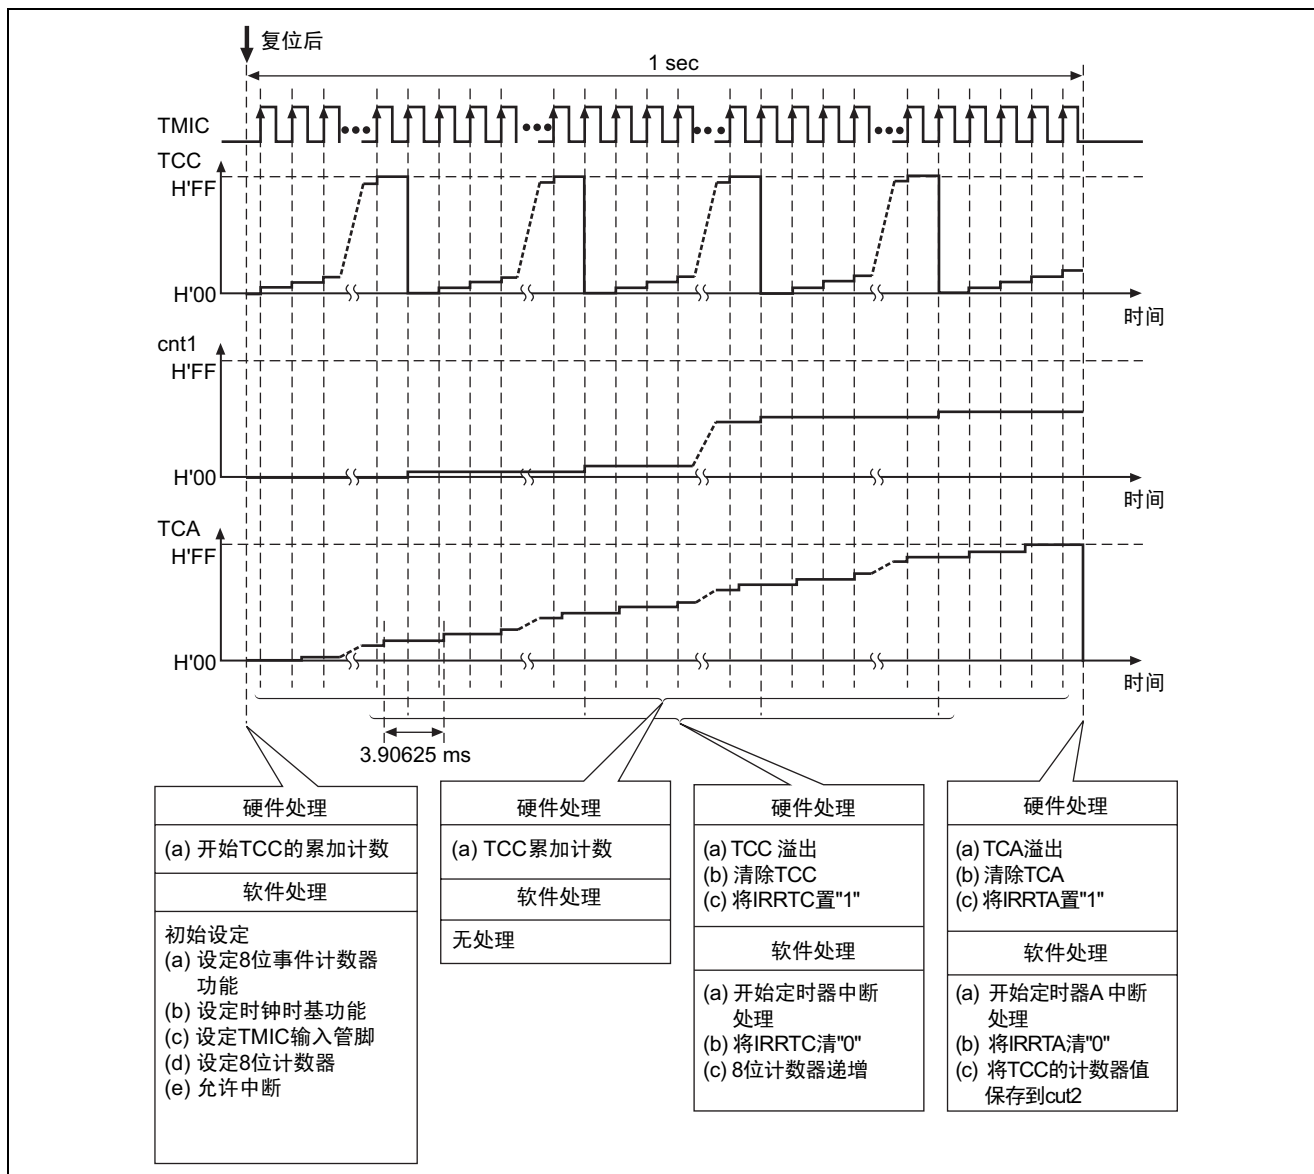

图 2 由定时器 C 的 8 位事件计数器功能进行频率测定的运行说明
(1) 如图 2 所示。根据如图 2 所示的硬件处理和软件处理，由定时器 C 的 8 位事件计数功能进行脉冲频率的测定。